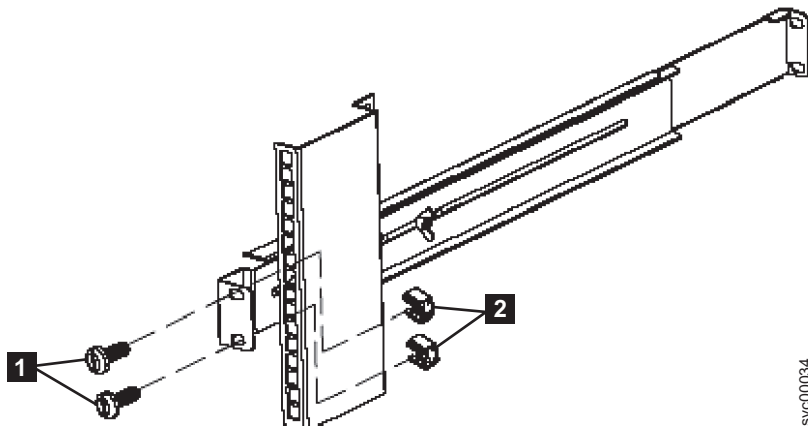

Figura 352. Removendo o trilho traseiro no 2145 UPS-1U
5. Remova os parafusos M6 × 10 da parte traseira do trilho (**1** em Figura 352 na página 432) e as duas porcas da presilha (**2**).